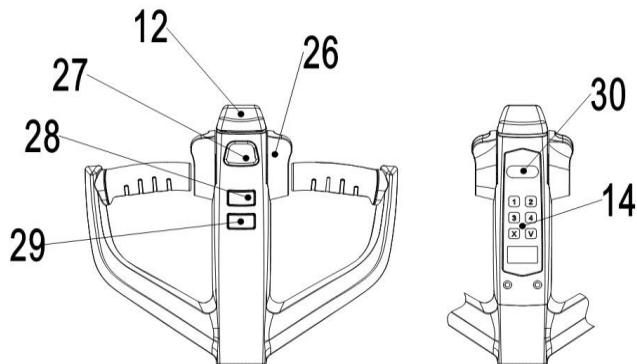
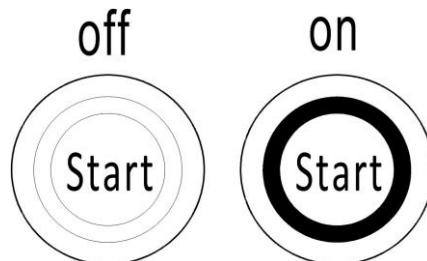
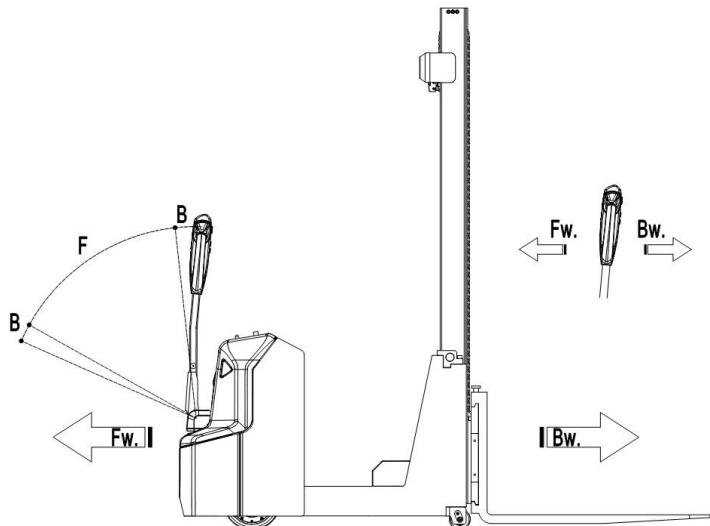

Рис.7: Ручка управления
Рис.8: Кнопка запуска
Рис.11: Направления движения
на PSE06BCB: необходимо проверить, что аварийная кнопка (рис.1, поз. 16) отжата, при необходимости аккуратно потяните ее вверх. Затем введите пароль на ПИН-панели и нажмите кнопку «√». Нажмите на кнопку звукового сигнала (рис. 7, поз. 27) для проверки работы предупреждающего сигнала.
на PSE06NCB: необходимо проверить, что аварийная кнопка (рис.1, поз. 16) отжата, при необходимости аккуратно потяните ее вверх. Затем нажмите кнопку запуска (рис. 8), на ней загорится зеленый свет. Введите пароль на ПИН-панели и нажмите кнопку «√». Для активации также может быть использована карта доступа RFID. Нажмите на кнопку звукового сигнала (рис. 7, поз. 27) для проверки работы предупреждающего сигнала.
PSE06NCB: для выключения штабелера сначала нажмите кнопку запуска (рис. 8), на ней погаснет зеленый свет, а затем нажмите аварийную кнопку (рис. 1, поз. 16).
Для осуществления подъема груза необходимо полностью подъехать под паллет с грузом, нажать и удерживать кнопку подъема (рис. 7, поз. 28), пока не будет достигнута нужная высота подъема.
Если вилы штабелера находятся в стеллажном пространстве, необходимо осторожно отъехать от стеллажа с паллетом или без паллета. Во время движения необходимо удостовериться, что вилы не задевают стеллаж. Для спуска нажмите и удерживайте кнопку снижения (рис. 7, поз. 29).
После того, как проведен запуск штабелера через ПИН-панель, и аварийная кнопка поднята, переведите ручку управления в рабочее положение («F», рис.11).
Отклоните маховики управления в нужном направлении «вперед» («Fw», рис. 11) или «назад» («Bw», рис. 11).
Контролируйте скорость передвижения с помощью маховиков (рис. 7, поз. 26) для достижения требуемой скорости.
Нажмите кнопку замедленного хода (рис. 7, поз. 30) один раз, чтобы включить режим, поверните акселератор для движения на медленной скорости, и нажмите кнопку замедленного хода повторно, чтобы восстановить исходное состояние.
- Переключение маховиков управления (рис. 7, поз. 26) обратно в начальное положение или освобождение маховиков активирует систему торможения. Штабелер тормозит до полной остановки.
- При переключении маховиков управления (рис. 7, поз. 26) из положения «движение в одном направлении» в положение «движение в противоположном направлении», штабелер постепенно тормозит, пока не начнет движение в противоположном направлении.
- Штабелер тормозит, если ручку управления перевести в верхнее или нижнее положение к точкам торможения («B», рис. 11). При отпусканье рукоять управления автоматически возвращается в верхнее положение к точке торможения («B», рис. 11). Штабелер будет тормозить, пока не остановится.
- Кнопка противоотката (безопасности) (рис. 7, поз. 12) защищает оператора от получения повреждений и травм. Если эта кнопка включена, штабелер притормаживает и/или начинает движение в противоположном направлении («Bw», рис. 11) на небольшое расстояние и останавливается. Необходимо помнить, что эта кнопка действует, даже если штабелер не едет, но ручка управления находится в рабочем положении.